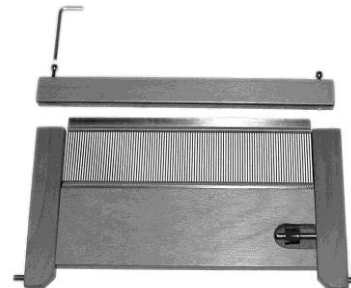

Fig. 6
3. Montare il pettine posizionando la parte in alluminio all'interno della parte in legno. Poi avvitare la parte superiore in legno (Fig. 6)